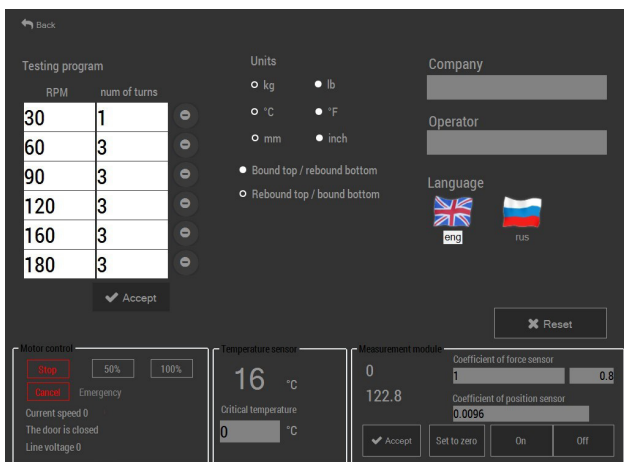

Рис. 18 – Окно настроек
8. Перед проверкой амортизатора в автоматическом режиме задайте программу тестирования. Нажмите на кнопку «Настройки» в главном меню. Откроется окно настроек (**рис. 18**), где слева сверху задаются скорости и количества оборотов для каждого теста. Количество тестов – от 1 до 6.